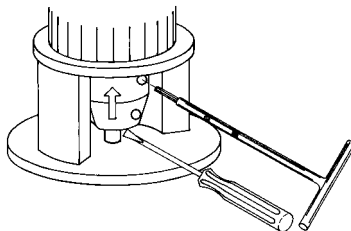

Fig. 17 Apertar os parafusos
6. Aperte os parafusos dois a dois (um lado de cada vez) ao binário indicado abaixo. Consulte a fig. 17.